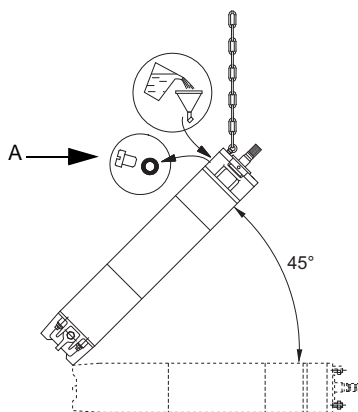

Fig. 4 Motorplacering under fyllning – MMS
1. Placera motorn i 45 ° vinkel, med motorns övre del högst, se fig. 4.